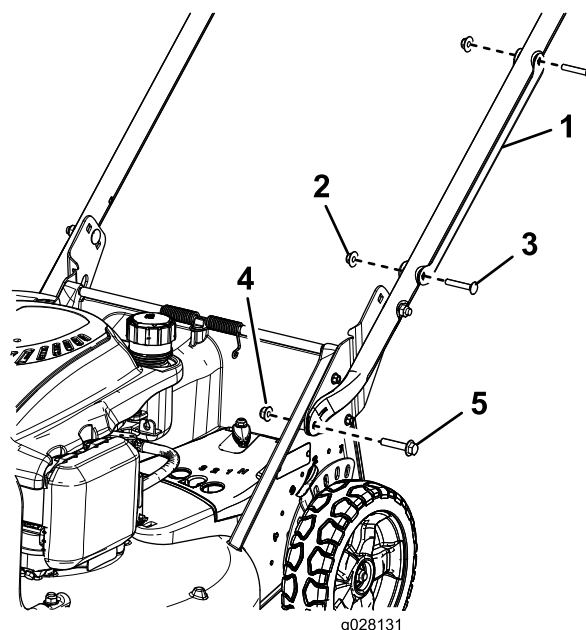

Figure 3
1. Déposez le protège-câble du guidon (Figure 3) en retirant les 2 boulons de carrosserie et les 2 contre-écrous qui le fixent au guidon.
2. Fixez les extrémités du guidon au carter de la tondeuse au moyen de 2 boulons à tête-embase hexagonale (5/16 x 1-1/2 po) et de 2 écrous à embase (5/16 po), comme montré à la Figure 3.
- Boulon de carrosserie (5/16 x 1-1/2 po) (2)
- Support de guidon (2)
- Écrou à embase (5/16 po) (2)
- Positionnez le protège-câble sur le guidon **en plaçant le(s) câble(s) à l'intérieur du protège-câble**, et fixez le protège-câble sur le guidon à l'aide des 2 boulons de carrosserie et des 2 contre-écrous retirés précédemment (Figure 3).